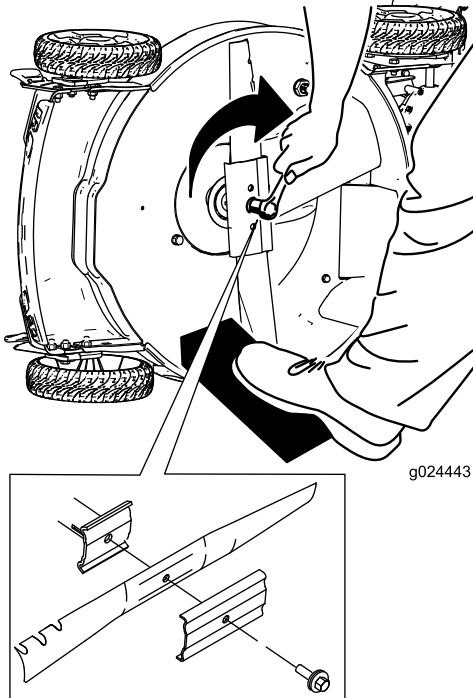

Bild 9
1. Setzen Sie das neue Messer und alle Schrauben auf (Bild 9).